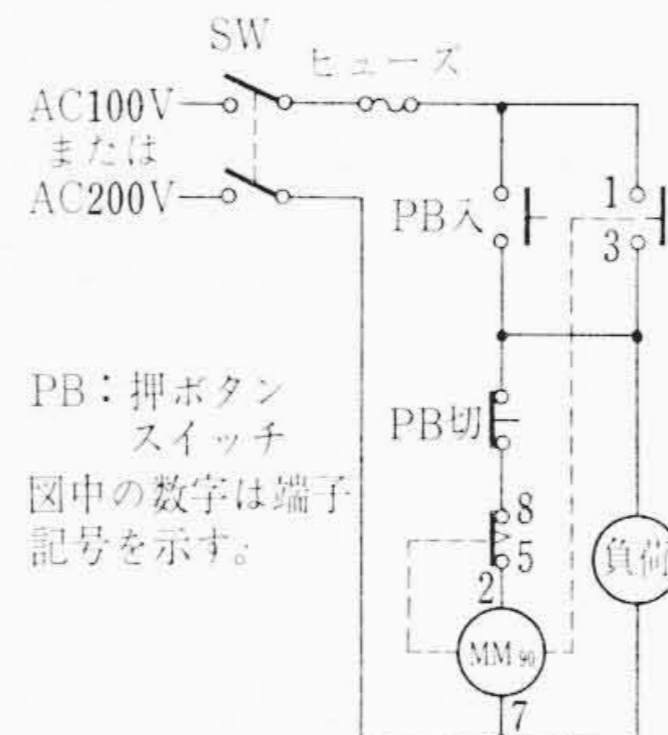

図2 応用例
負荷を一定時間だけ通電して遮断する場合の例を図2に示す。MM₉₀を所定の時間に整定してからSWを入れPB入を押すとMM₉₀の瞬時接点①-③で自己保持すると同時に負荷がはいるMM₉₀が動きだす。整定時間後にMM₉₀の限時接点⑧-⑤が切れると、MM₉₀が消勢されて瞬時接点①-③、限定接点⑧-⑤が復帰するとともに負荷も切れる。